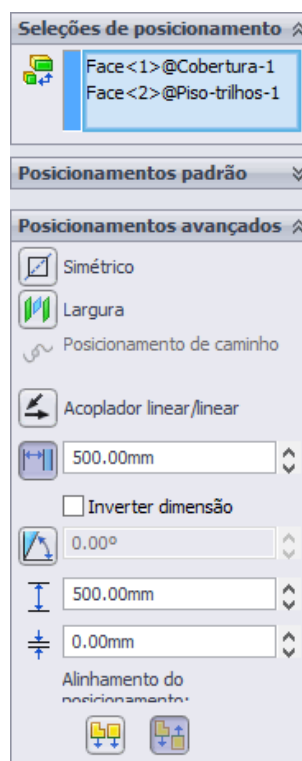

Figura 2.38 - Propriedades de **Distância**.
6.14. Conforme a Figura 2.38, digite 500 mm em **Distância**, 500 mm para valor máximo e 0 mm para valor mínimo.